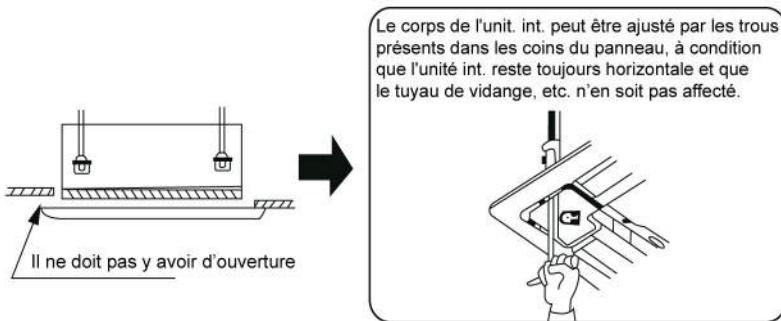

Fig.36
- (3). Si vous observez un espace vide entre le plafond et le panneau extérieur après avoir serré les vis, réajustez la hauteur de l'unité intérieure. (Fig.36)